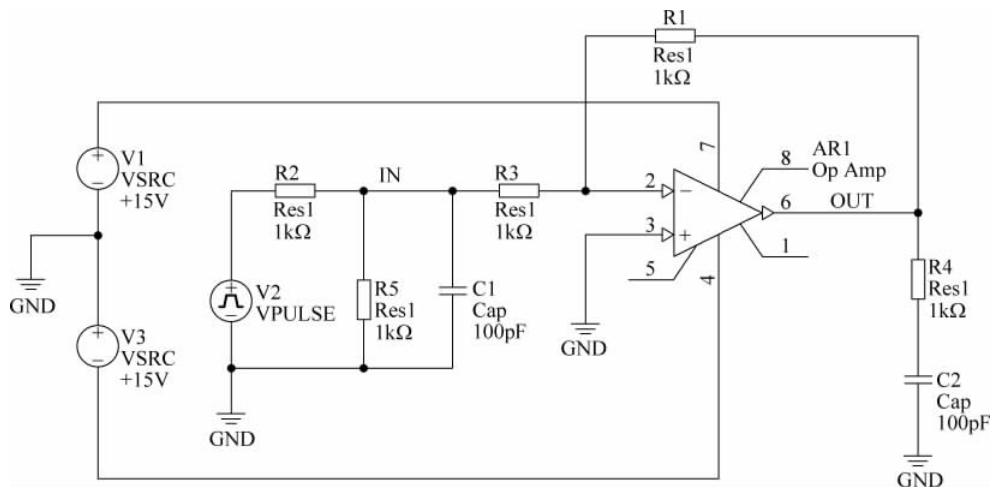

图 3-40 添加 IN 和 OUT 网络标号
(6) 在如图 3-40 所示的电路中,按照前面的方法,将 V1 和 V3 的直流电源设置为 +15V。
(7) 为了后面分析仿真结果的方便,按如图 3-40 所示的电路,在放大器的输入和输出端分别放置名字为 IN 和 OUT 的网络标号。
(8) 保存文件,将其保存到 transient_analysis 目录下。